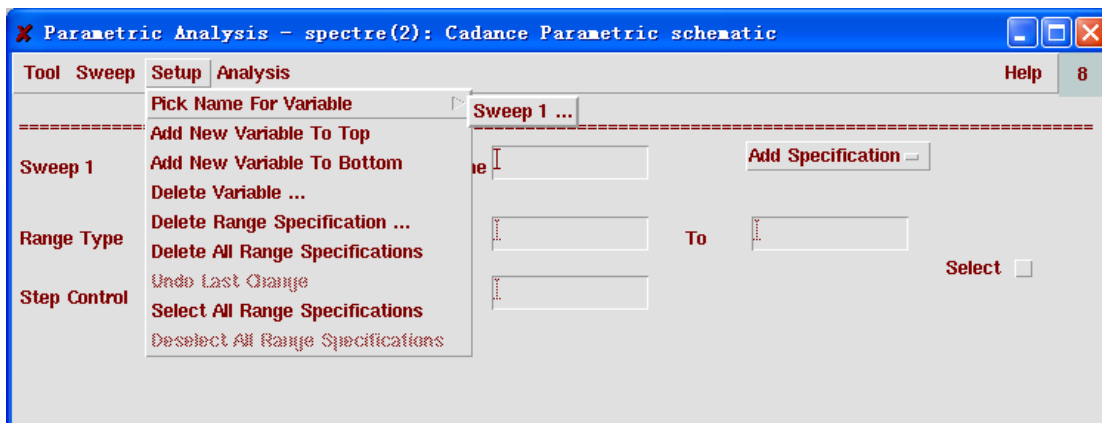

图 9.6 扫描变量的设定
1. 选择 “Setup” → “Pick Name For Variable” → “SweepN”。如果现在只有一个扫描，那么 “Sweep1” 是唯一的选择，如图 9.6 所示。